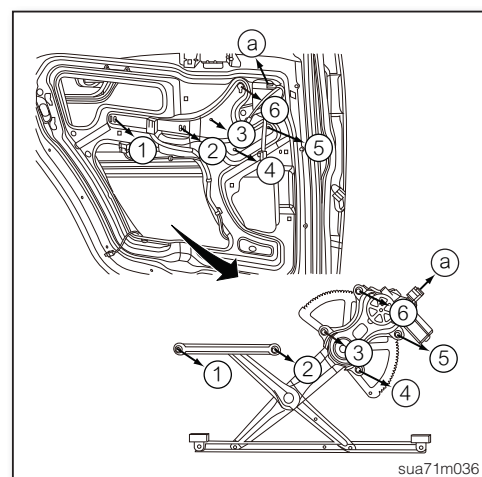

图20
7. 拆开后车门玻璃调整器总成的线束接头Ⓐ (如图20)。
8. 拆下后车门玻璃调整器总成固定螺栓①~⑥ (如图20), 然后取出后车门玻璃调整器总成。